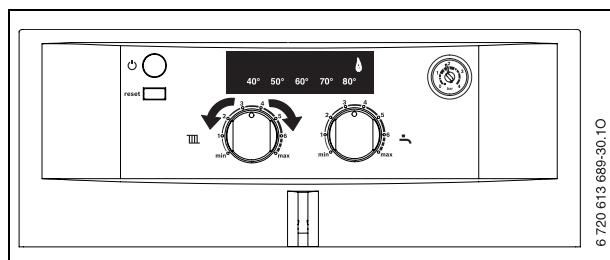

Fig. 26
- ▶ Desfaceți șurubul de etanșeitate la punctul de măsurare pentru presiunea duzei (1) (→ pagina 29) și conectați manometrul cu tub U.
- ▶ Rotiți termostatul apei calde în poziția de mijloc (→ fig. 26).